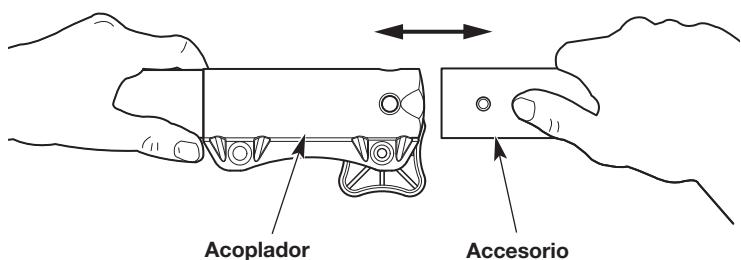
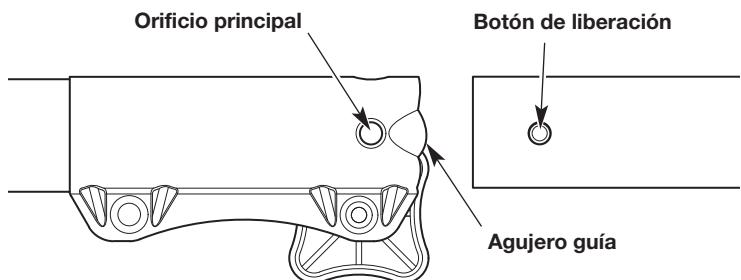

Fig. 4
Fig. 5
- Alinee el botón de liberación con el embutimiento de la guía (Fig. 5).
- Presione el accesorio directamente dentro del acoplador (Fig. 4) hasta que el botón de liberación encaje a presión firmemente del orificio principal (Fig. 5).
- Oprima y mantenga apretado el botón de liberación (Fig. 5).
- Tire del accesorio directamente hacia fuera del acoplador (Fig. 4).